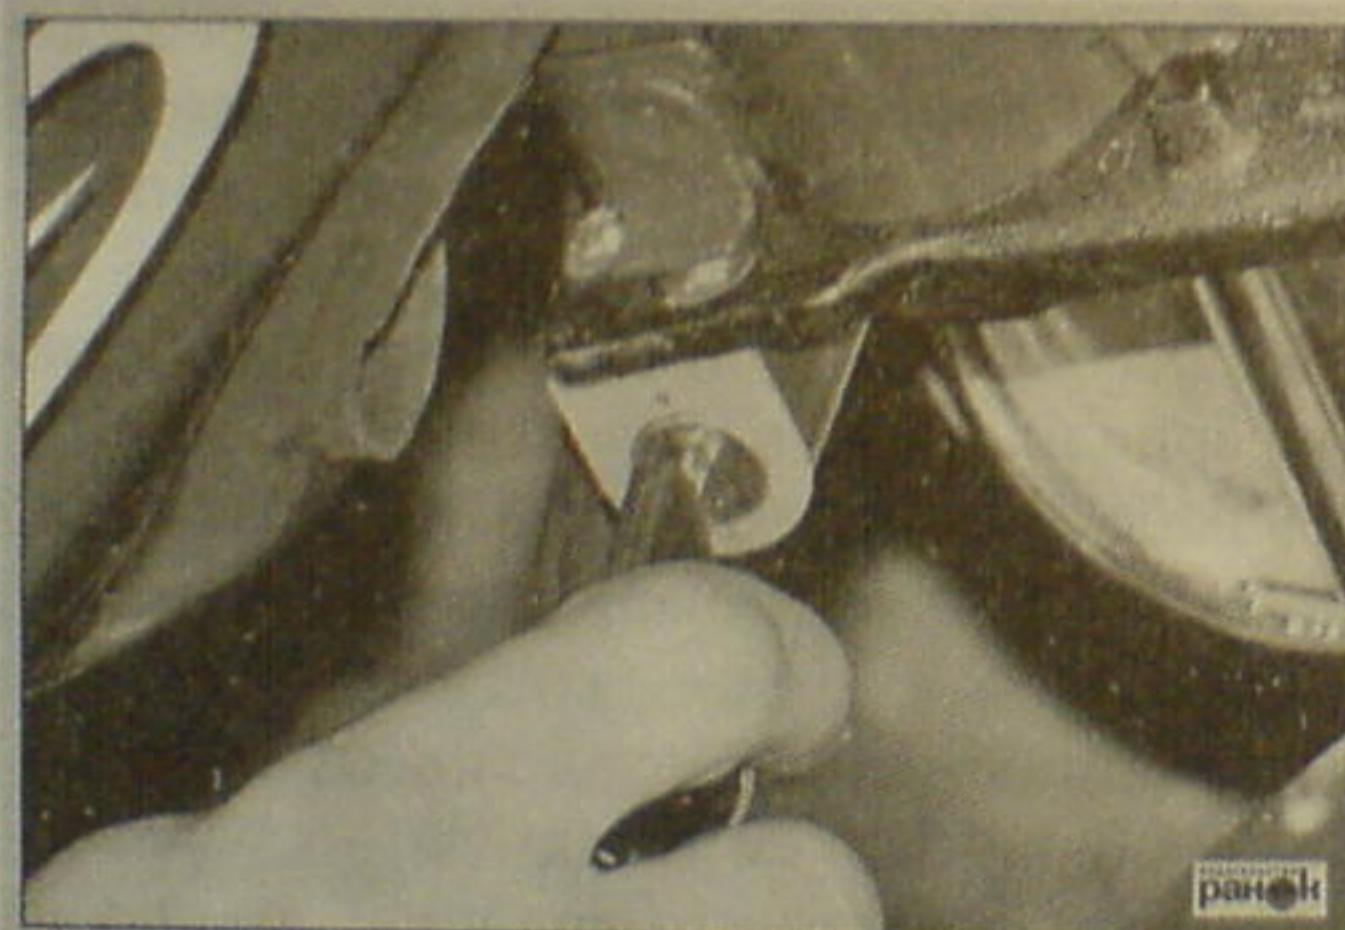

Рис. 10. Блокировка рулевой колонки
- ключом зажигания заблокировать рулевую колонку (рис. 10);